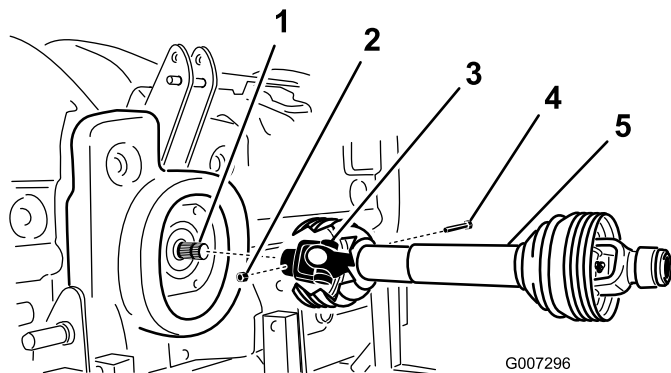

图11
2. 用 1 个 1/2 x 3.00 英寸的螺栓和 1 个 1/2 英寸的螺母将 PTO 轴连接到齿轮箱输入轴图11。